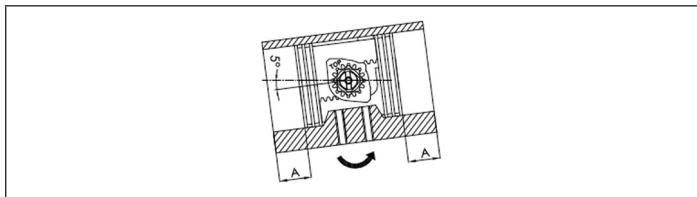

Bild 15: Maß A kontrollieren
- Bei vollständig zusammengefahrenen Kolben sicherstellen, dass die erreichte Drehung im Bezug zur Achse des Gehäuses etwas mehr als 0° beträgt und dass das Maß A auf beiden Seiten gleich ist (siehe Bild 15:).